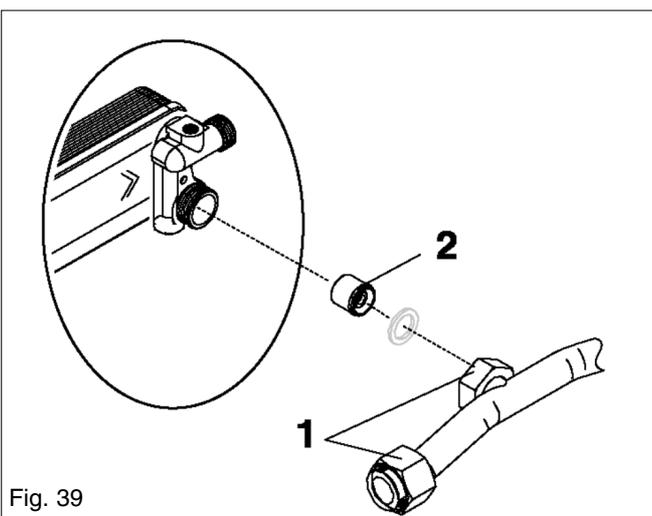

Fig. 39
6.26 DHW NON-RETURN VALVE fig. 39